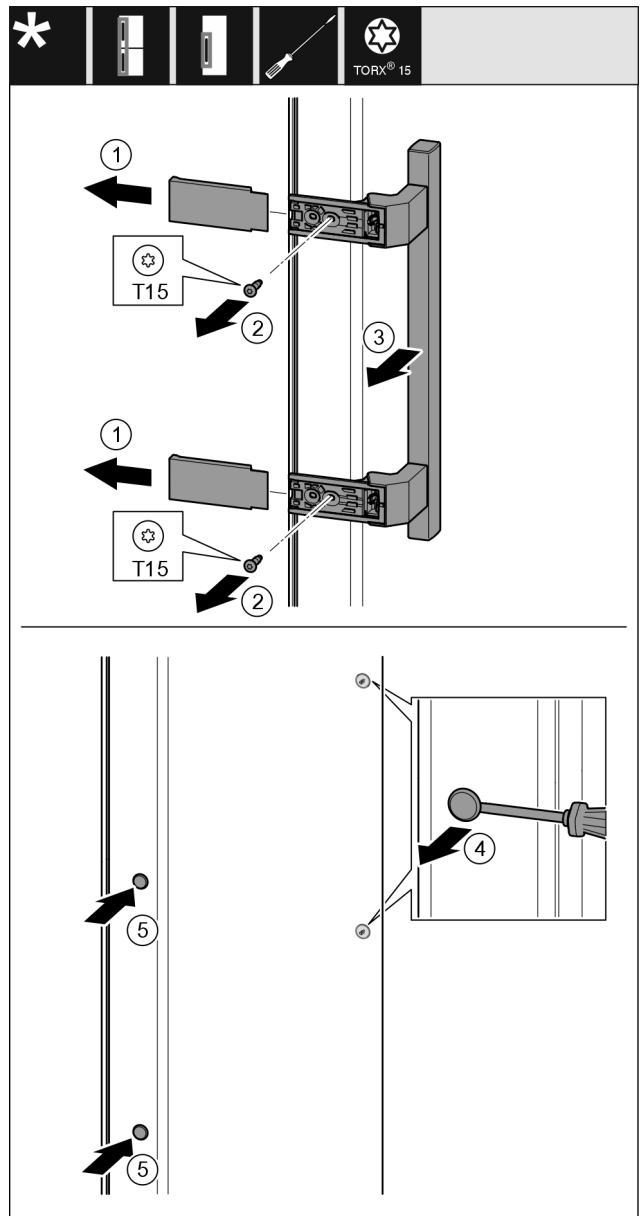

Fig. 35
- ▶ Abdeckung *Fig. 35 (1)* abziehen.
- ▶ Schrauben *Fig. 35 (2)* mit Schraubendreher herausdrehen.
- ▶ Griff *Fig. 35 (3)* abnehmen.
- ▶ Seitlichen Stopfen *Fig. 35 (4)* vorsichtig mit einem Schlitzschraubendreher anheben und herausziehen.
- ▶ Stopfen *Fig. 35 (5)* auf der anderen Seite wieder einsetzen.